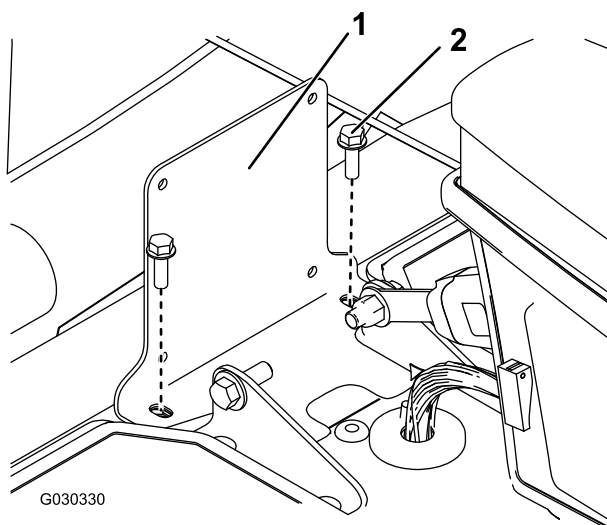

Рисунок 7
2. Отверните два болта и установите монтажный кронштейн на раму сиденья машины (Рисунок 7).